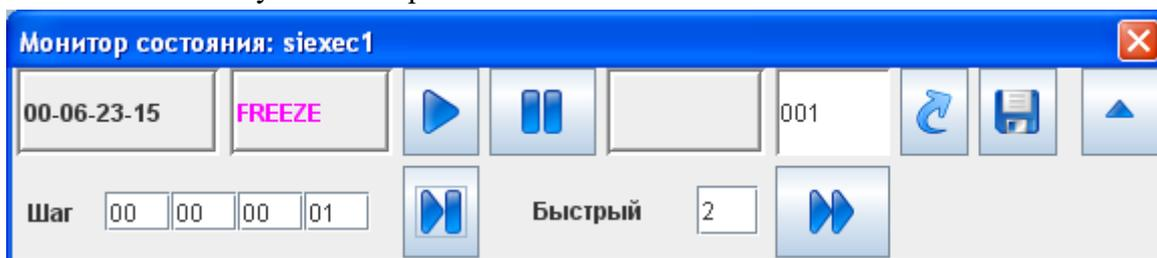

Рисунок 81 – Развернутый монитор состояния
- кнопка «развернуть окно» дает доступ к еще нескольким возможностям монитора состояния – пошаговому выполнению и ускорению расчета (Рисунок 81 –);